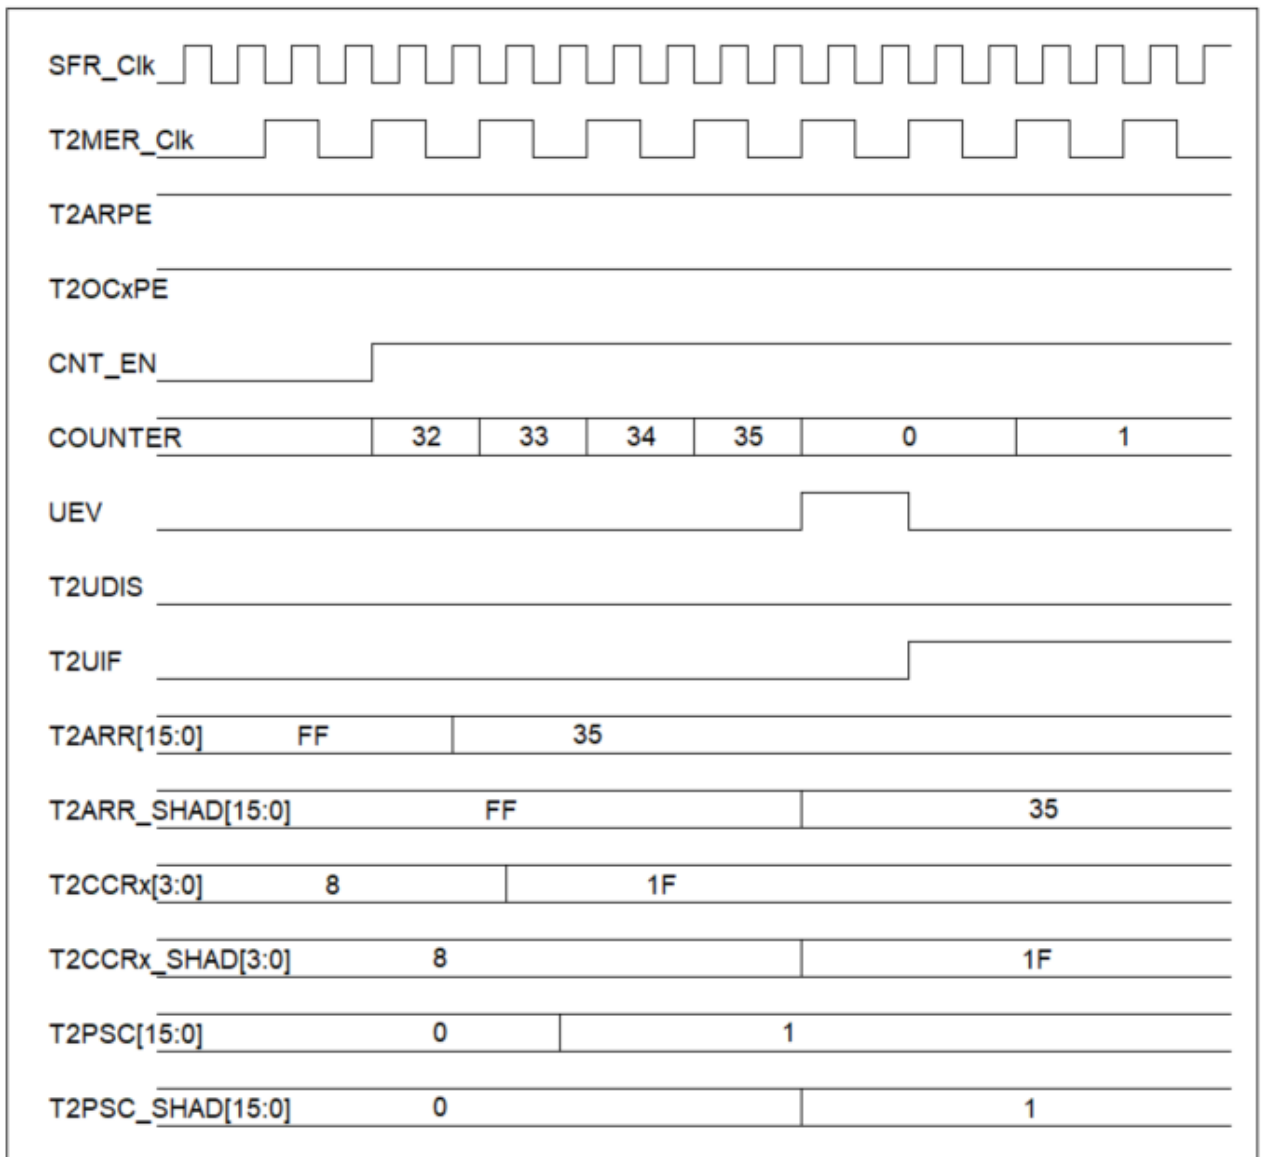

图 7-38 更新事件下，预装载寄存器的更新时序图
- 1.1 当计数器使能($T2CEN = 1$)，且其相应的预装载使能时($T2OCxPE / T2ARPE = 1$)，其影子寄存器将在产生更新事件时更新为预装载值，如 图 7-38；